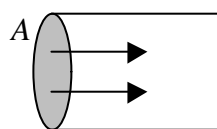

**Fig.4**
La formula (11) vale anche se il tubo di uscita è posto come in fig.4 :